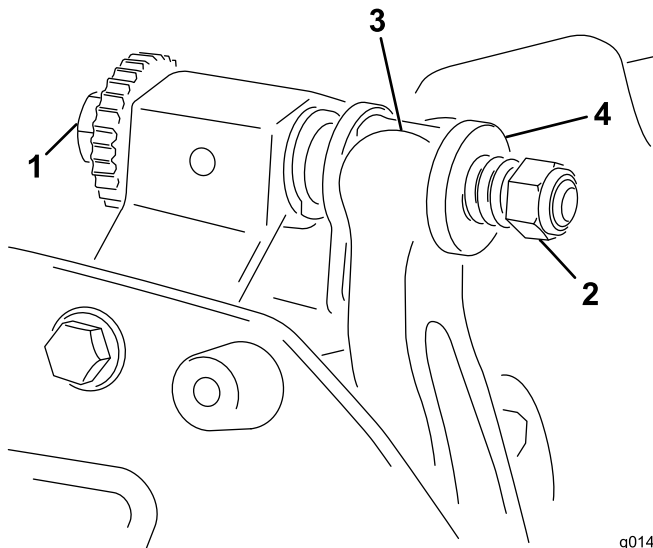

图 18
- 逆时针旋转底刀架调节螺丝将底刀后撤离开滚刀图 18。
- 退出弹簧加压螺母直到垫圈不再对底刀架图 18 施压。
- 安装底刀架将安装吊耳固定在垫圈与底刀架调节螺丝之间图 18。